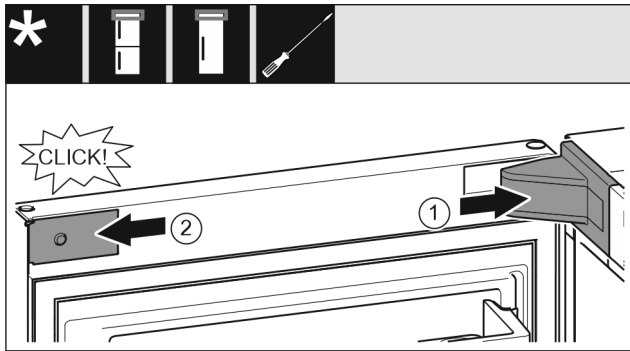

Fig. 22
- ▶ Установите и зафиксируйте крышку опорного кронштейна Fig. 22 (1), при необходимости осторожно разожмите ее.
- ▶ Установите накладку Fig. 22 (2) сбоку и зафиксируйте.